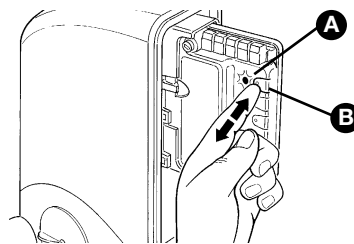

Figure 72
- 2 Presser la touche P1 (Figure 72) sur l'armoire de commande un nombre de fois égal à la commande désirée, selon le tableau suivant: